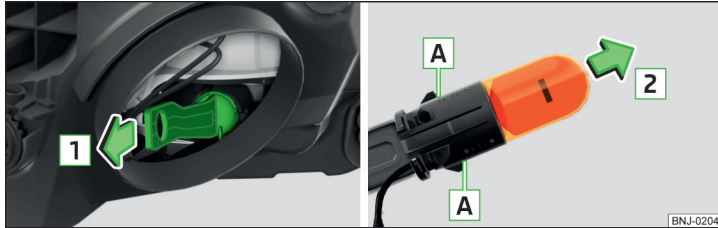

Abb. 309 Glühlampe für Blinklicht wechseln
- › Die Fassung mit der Glühlampe mit Wackelbewegungen in Pfeilrichtung **1** » Abb. 309 herausziehen.